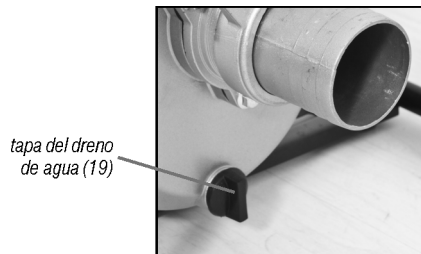

Fig. 27 – Retirando el agua del sistema de la bomba
- d. Retire el dren de agua (fig. 27) y espere hasta que toda el agua salga del sistema;
- g. Cierre el drenaje de la bomba (fig. 27);